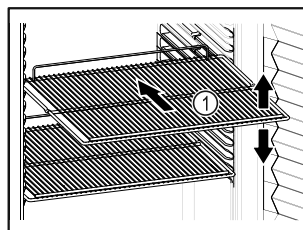

Fig. 20 Példaként szolgáló ábrázolás
- ❑ Ha a tároló rácsok Fig. 20 (1) áthelyezhetőek, akkor igazítsa be őket a kívánt magasságnak megfelelően.